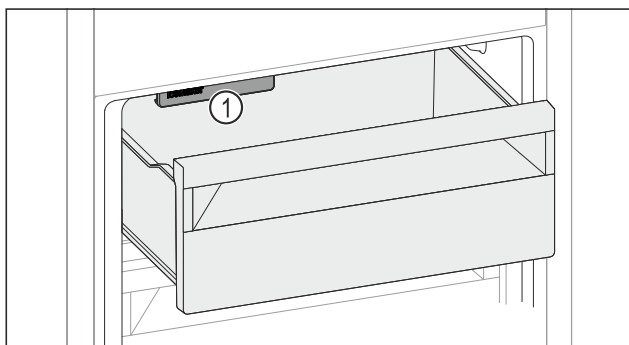

Fig. 61
- ▶ Živila vstavite v predal. Če ste živila vstavili na levo stran predala: ▶ Upoštevajte IceMaker Fig. 61 (1).